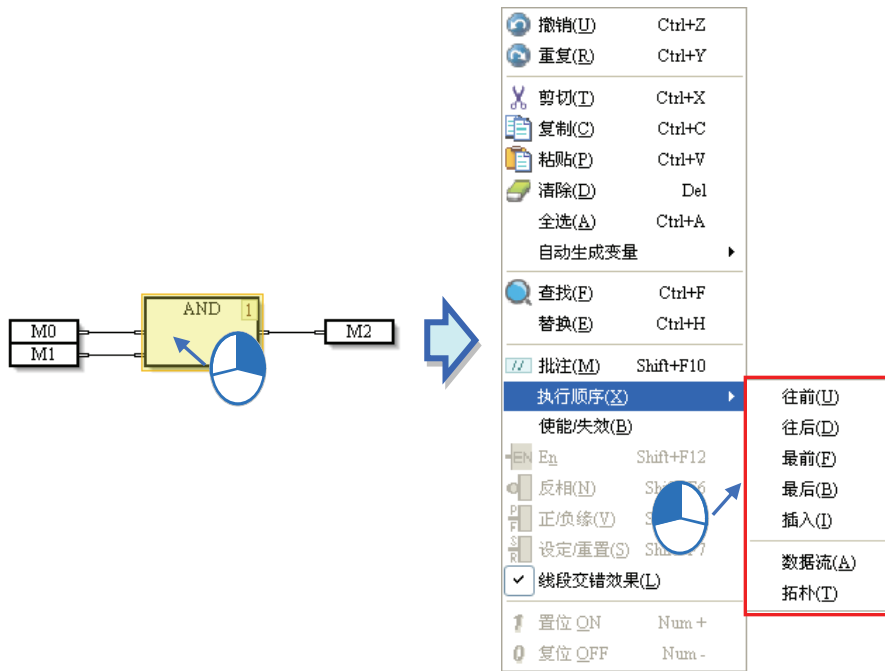

图 12-47 变更执行顺序
CFC 程序依据对象右上角的编号顺序执行，当需要变更某对象的执行顺序时，在此对象点击右键，开启快捷选单，展开「**执行顺序 (X)**」选单，设定对象的执行顺序，如图 12-47；设为「**数据流**」时，会依照对象之间的先后关系重新安排执行顺序；设为「**拓朴**」时，会依照对象摆放的相对位置，由上至下，由左至右安排执行顺序。